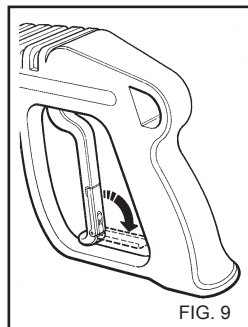

FIG. 9
- Wanneer de hogedruk-waterspuit niet wordt gebruikt, de beveiliging van de handgreep sluiten. (fig. 9)